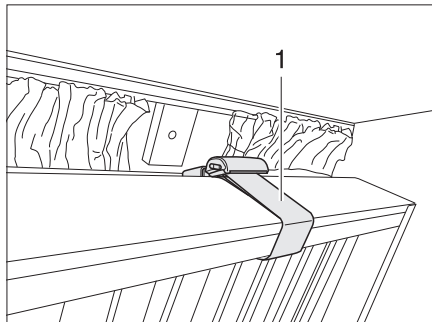

Bild 60 Etagenbett, klappbar
- ▶ Wenn das Etagenbett nach oben geklappt ist, das Etagenbett mit dem Sicherungsgurt (Bild 60,1) sichern. Verletzungsgefahr!
Die Etagenbetten können nach oben geklappt und mit dem Sicherungsgurt (Bild 60,1) gesichert werden. Der Bereich unter dem Bett ist dann als Stauraum nutzbar.